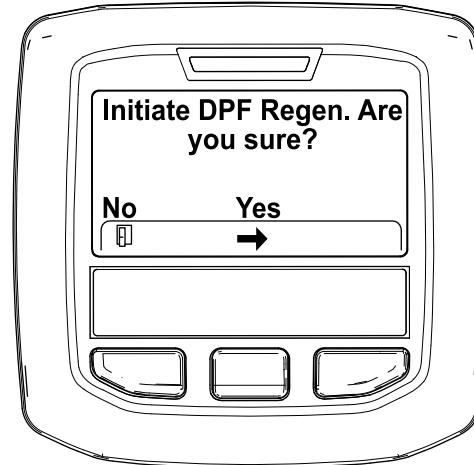

Figura 28
4. Cuando aparezca el mensaje "Initiate DPF Regen. Are you sure?" (Iniciar regeneración de DPF, ¿está seguro), pulse el botón central (Figura 28).